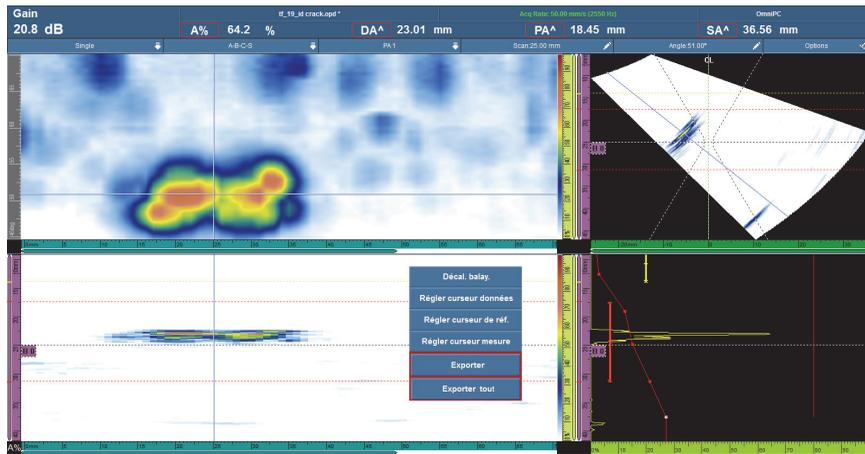

Figure 6-5 Fonction Exporter
1. Dans OmniPC, faites un clic droit sur le B-scan pour ouvrir le menu contextuel. En fonction du type de balayage, **Exporter** ou **Exporter** et **Exporter tout** apparaissent comme options (voir la Figure 6-5 à la page 179).